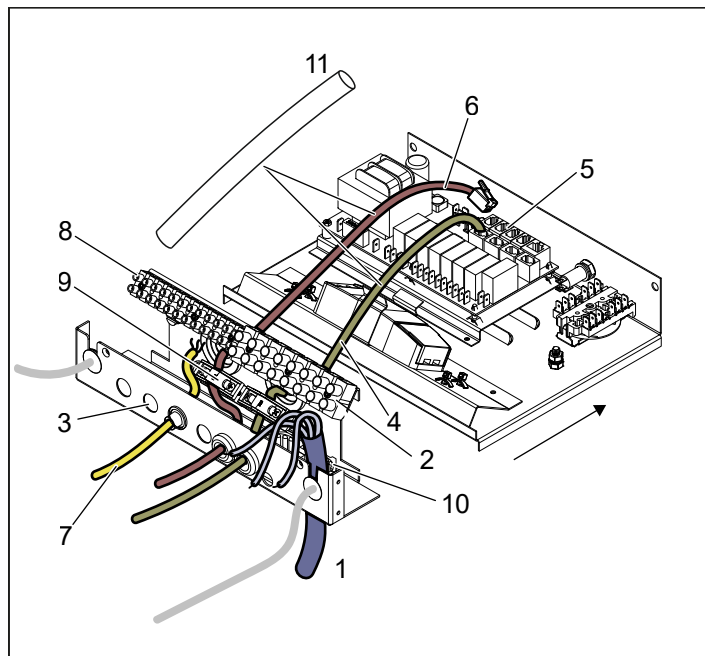
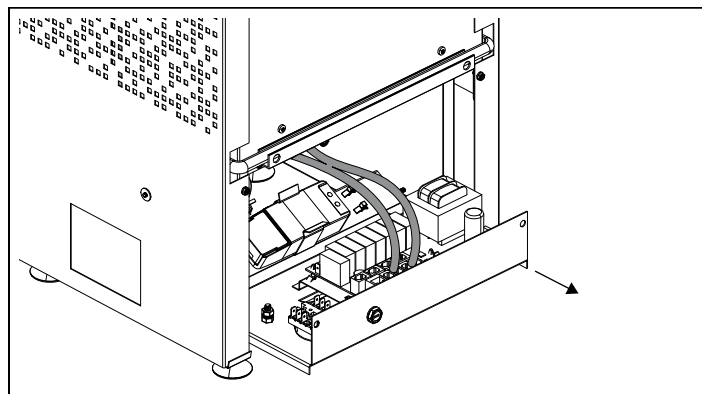
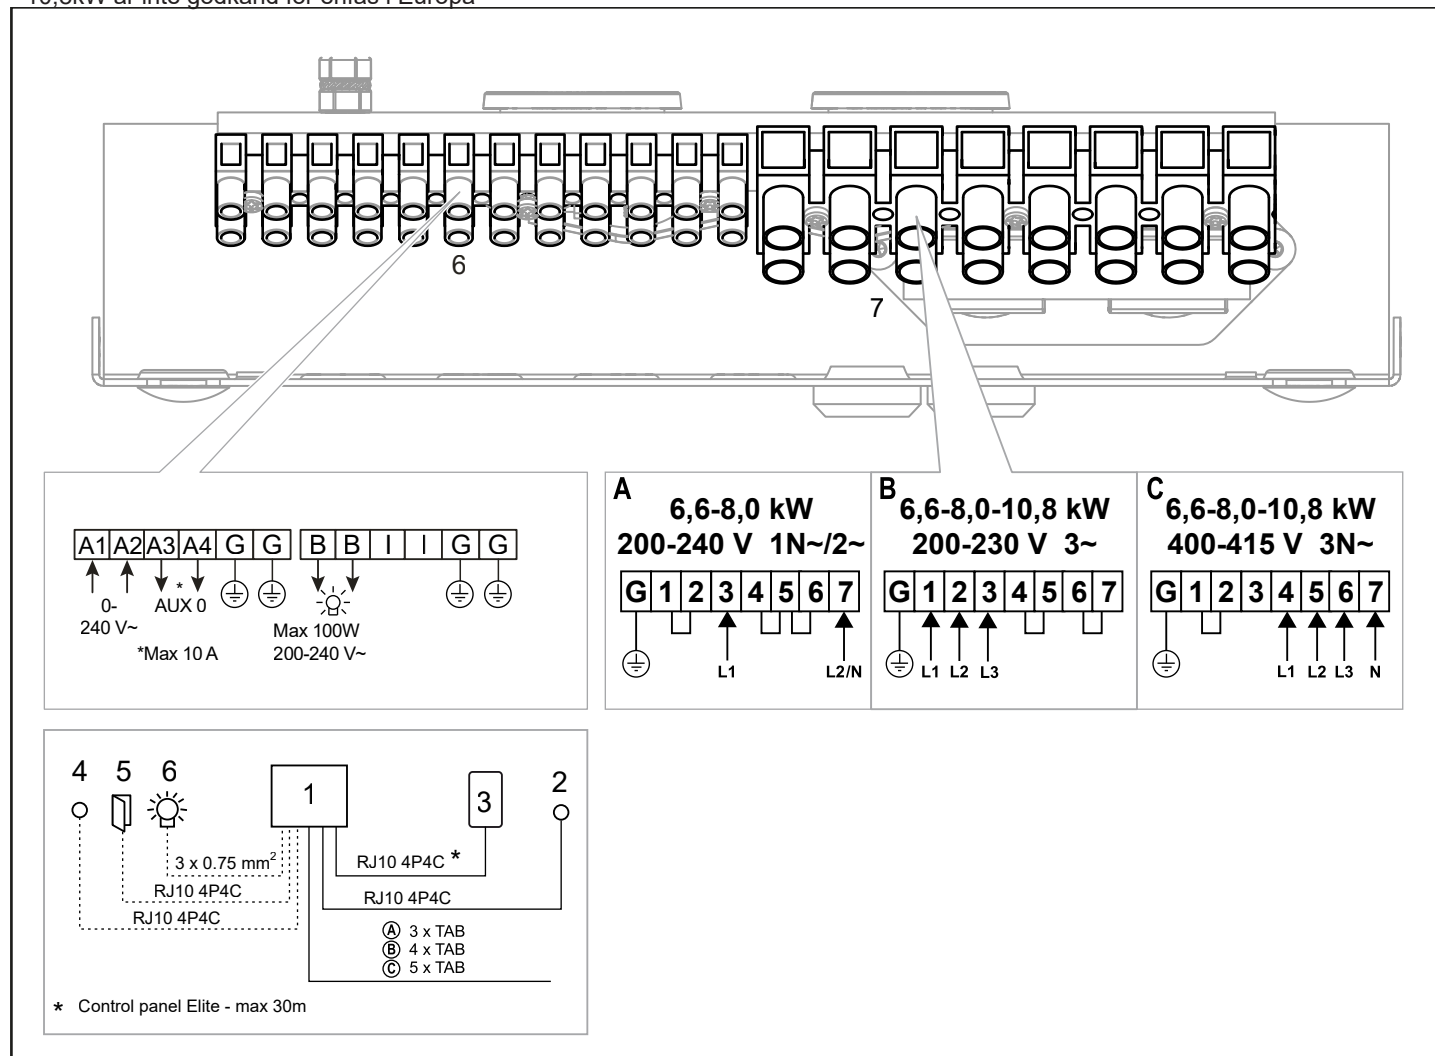
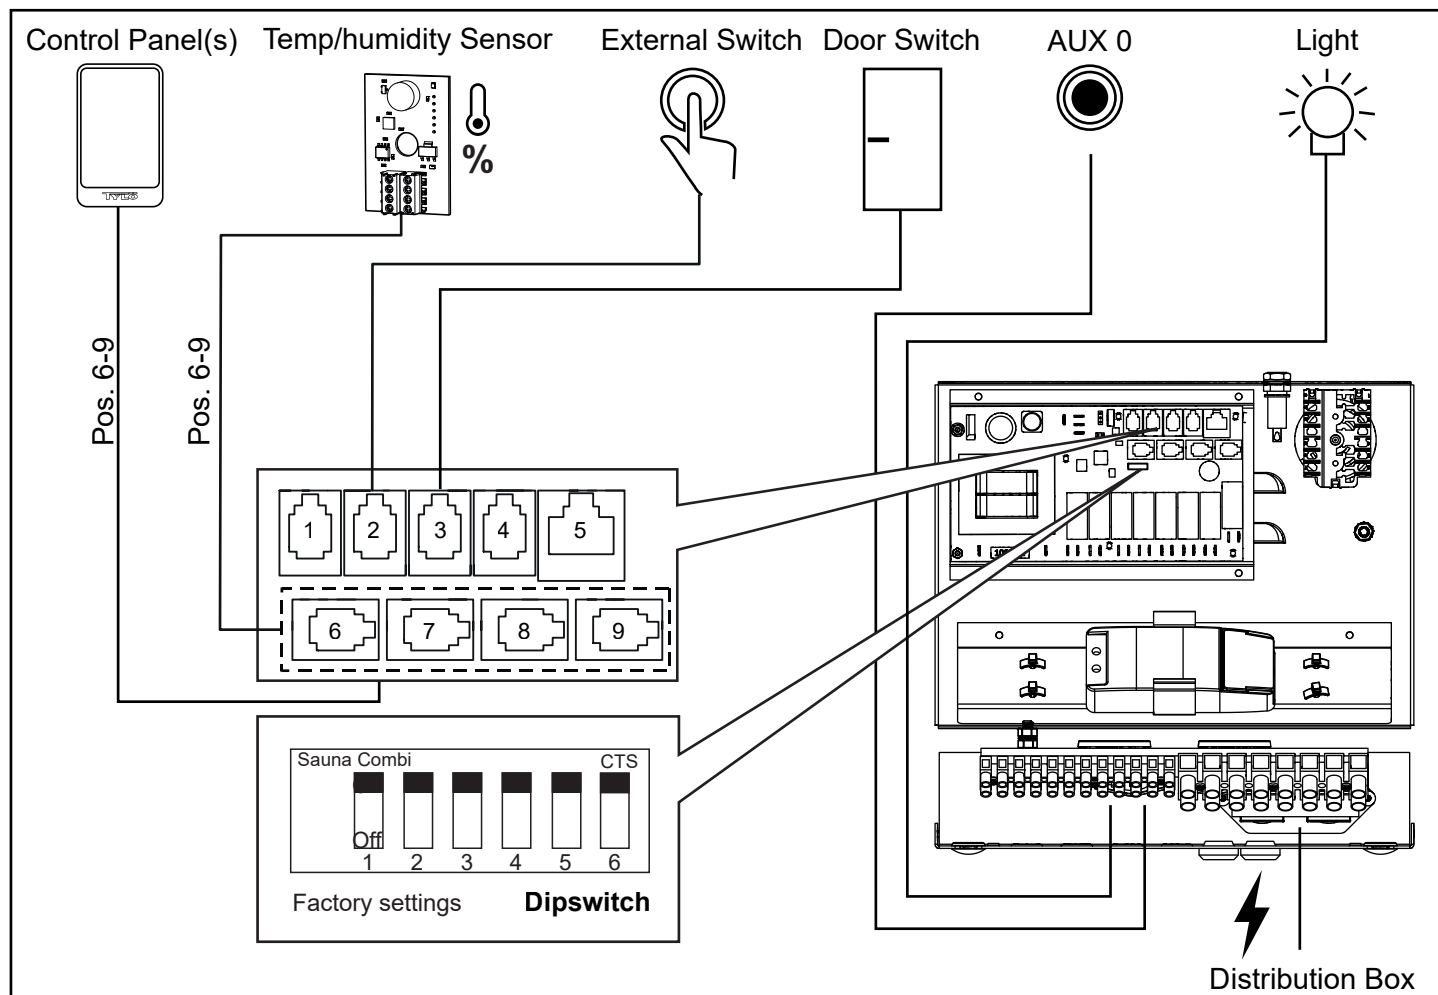

Fig 11: Eldosan
Fig 12: Dra ut lådan för lättare åtkomst
Fig 18: Kopplingsschema
Fig. 20. Schematisk installation Crown Combi Elite
5. Anslut elkabeln (se Fig 11) enligt kopplingsschema (se Fig. 18).
6. Dra kablar för manöverpanel och temperatursensor genom kabelgenomföringarna se fig 11. Anslut manöverpanelens kabel i en av de fyra RS485-kontakterna (position 6-9, se Fig 20).
7. Anslut temp/fuktsensor kabeln i position 6-9, se fig 20. Dra ut lådan för att sträcka kablar och spänn dragavlastningar (se fig 12).
8. Anslut eventuell kabel till belysning / aux, se Fig 11, enligt kopplingsschema Fig 18.
Vid inkoppling till spänningar eller fas-tal, som inte anges i kopplingschema Fig 18, kontakta Tylö kundservice.